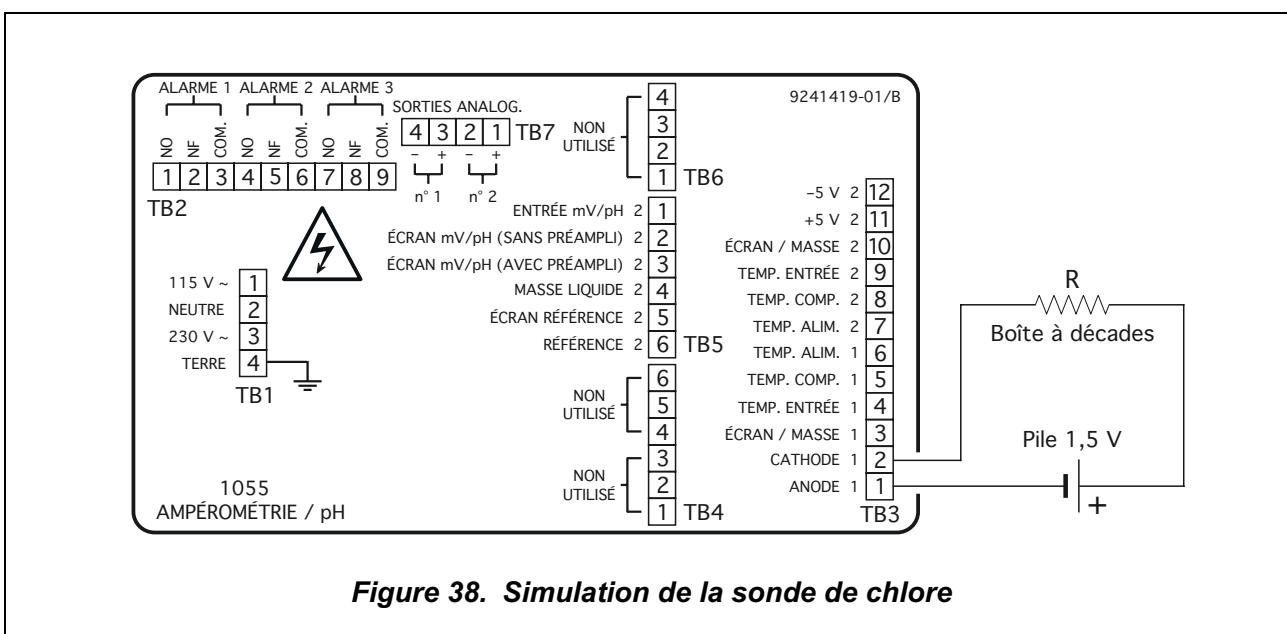

Figure 38. Simulation de la sonde de chlore
1. Débranchez les fils gris et orange sur TB3-1 et TB3-2 (voir la figure 38 ci-dessous), et raccordez à la place la pile et la boîte à décades comme indiqué (attention à la polarité). Ne déconnectez pas les autres fils.